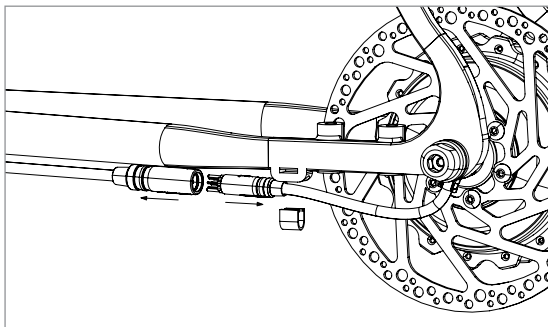

Figure 7
1. Débranchez le câble du moteur du câble de la batterie (figure 7).